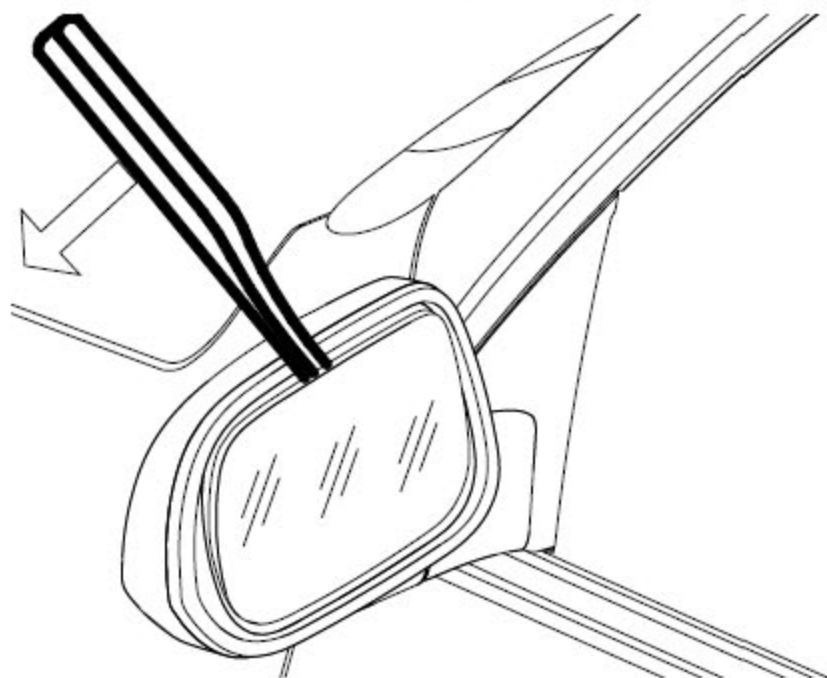

图 18-3-5
1).用遮蔽胶带保护外后视镜镜壳，如图 18-3-5，直接用工具撬开镜片；